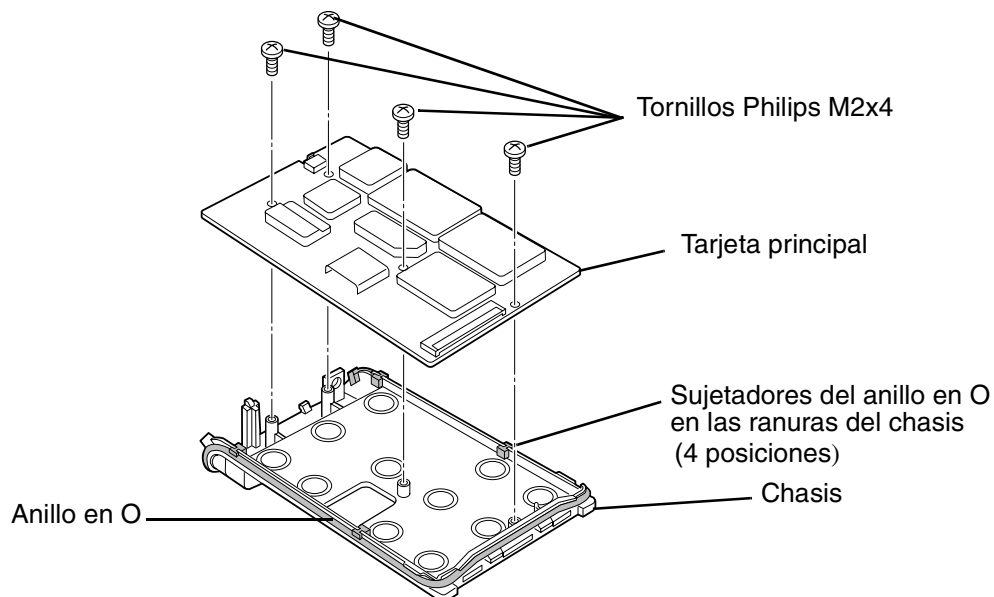

Figura 3-5 Retiro de la tarjeta principal del chasis
1. Separe la tarjeta principal del chasis. (consulte la Figura 3-5).
1. Separe la tarjeta principal del chasis (véase Figura 3-5).